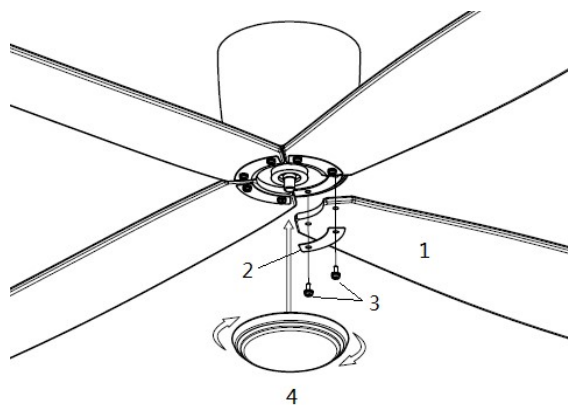

Fig. 6
- Steek de ventilatorbladschroeven als volgt door het blad-einde: - ventilatorblad-plaat (2) en blad (1). Bevestig het blad aan de motor en zet het vast door de 2 schroeven aan te draaien (3). Fig. 6
- Bevestig daarna de bodemplaat (4) op de as van de motor door hem rechtsonder te draaien.